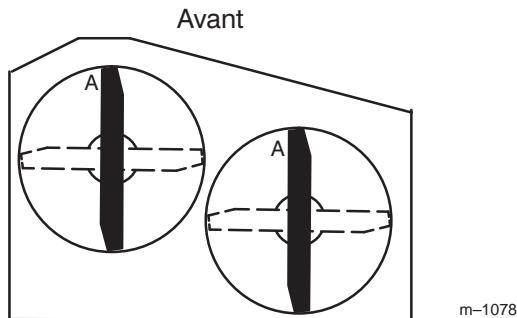

Figure 40
1. Tournez les lames pour qu'elles soient toutes dirigées dans le sens longitudinal (Fig. 40). Mesurez la distance entre la surface plane et le tranchant (position "A") des lames (Fig. 41) et notez cette valeur.